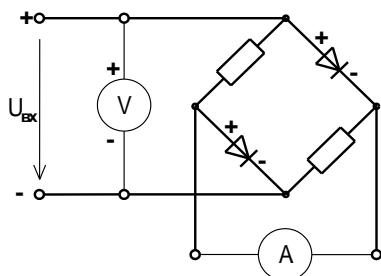

Рис. 5.
**Задача 6.** Для схемы нелинейного моста, представленной на рис. 5, необходимо: